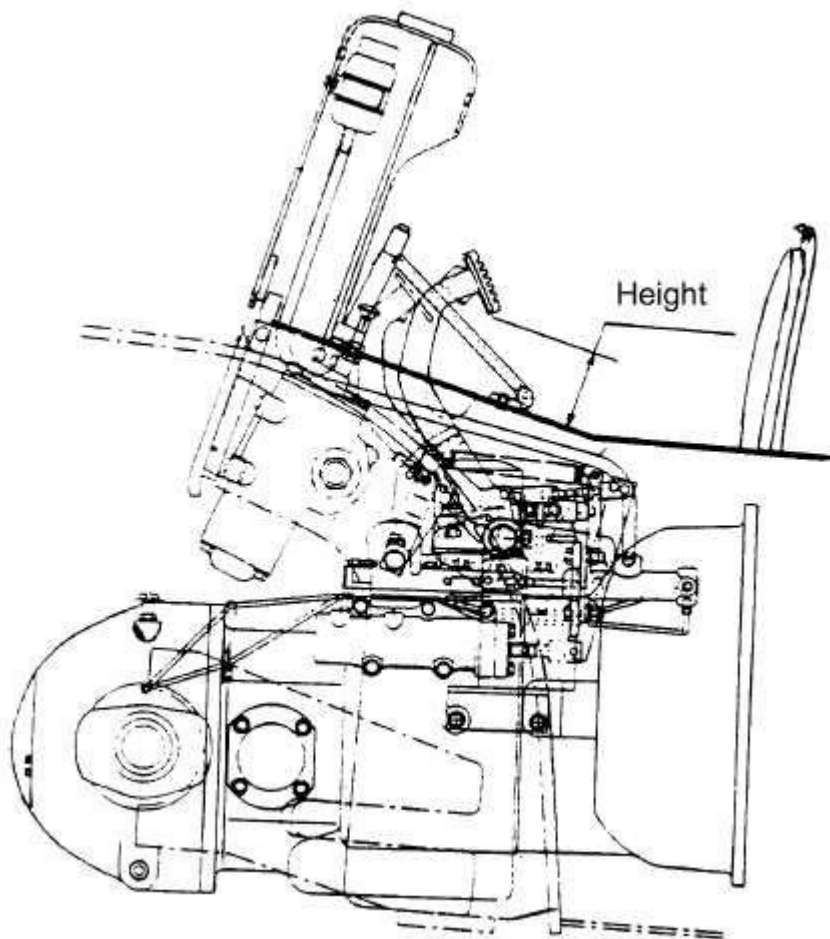

Рис. 9-15. Регулировка тормозной педали
- (1) Нажать на короткий толкатель.
- (2) Отрегулировать высоту педали стопорным болтом (См. Рис. 9-15).
- (3) При нажатой педали нужно вытягивать толкатель до тех пор, пока его передний конец не коснется поршня главного цилиндра.
- (4) Затянуть контргайку толкателя.